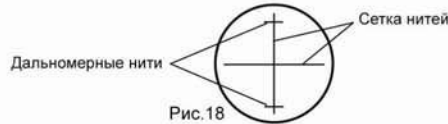

Рис.18
- 1) Наведитесь на рейку и посчитайте количество сантиметровых делений  $\varphi$  между двумя дальномерными нитями. (Рис.18)